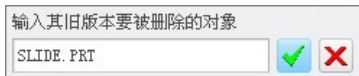

图 5.4.5 “删除文件的旧版本”对话框
要删除文件的旧版本，需要先将工作目录设置到文件所在的文件夹，然后选择下拉菜单 **文件** → **管理文件 (M)** → **删除旧版本 (O)** 命令后，系统弹出图 5.4.5 所示的对话框，单击 **是** 按钮（或按回车键），系统就会将对象的除最新版本外的所有版本删除。